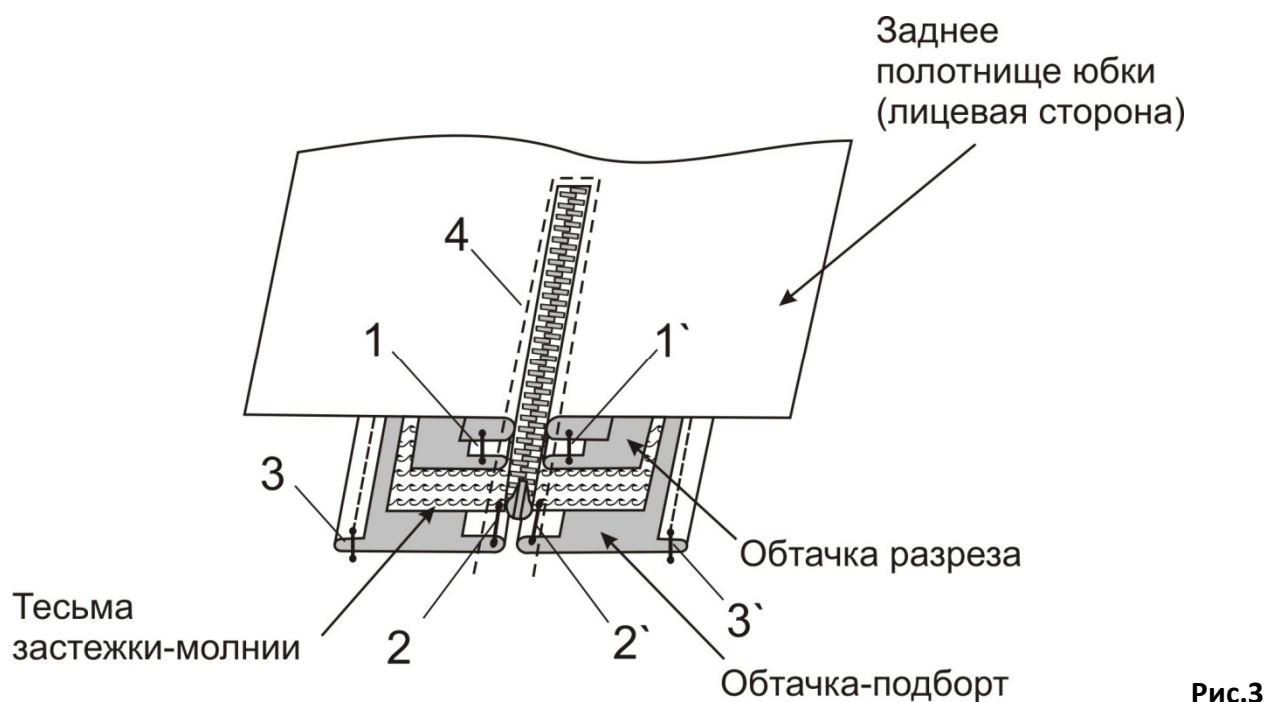

Рис.3
12. Заготовленную обтачку для обработки разреза на заднем полотнище юбки наложите на лицевую сторону платья и обтачайте разрез застежки со стороны основной детали (рис.3, строчки 1 и 1'). Отогните обтачку на изнаночную сторону, выправьте шов и приутюжьте, образуя кант из основной детали шириной 0,1 см.
16. Притачайте тесьму застежки-молнии к подбортам, сверху начиная притачивать с обтачек лифа (рис.3, строчки 2 и 2`).
17. Соедините подборта с обработанными краями разреза застежки строчками с внутренней стороны (рис.3, строчка 4).